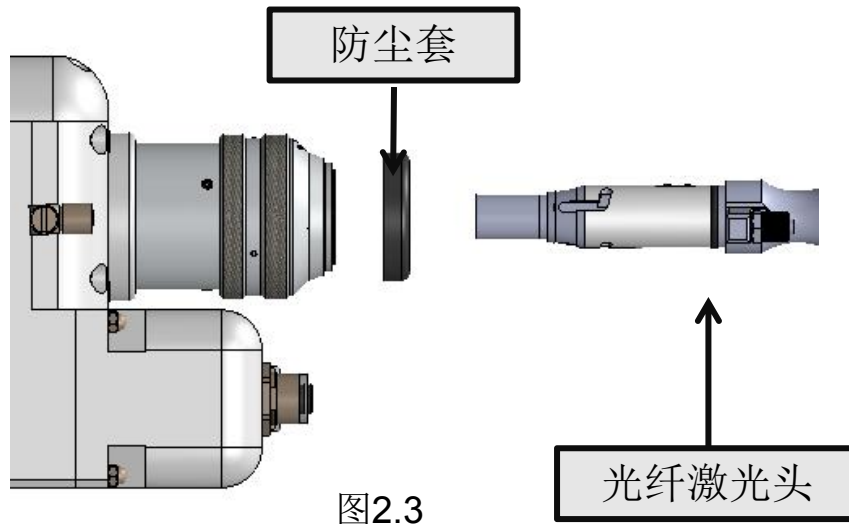

图2.3
- ① 将切割头水平放置，取下头子上的白色帽子与静电贴，取出防尘密封塞和防尘套，如下图2.3所示。